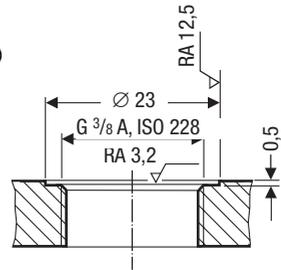

Fig. 3
- Die Dichtflächen vom Gewindestutzen oder Flanschdeckel müssen gemäß **Fig. 3** technisch einwandfrei bearbeitet sein.
- Zwischen dem unteren Ende der Messelektrode und der Kesselwand, den Rauchrohren, anderen metallischen Einbauten und dem niedrigsten Wasserstand (NW) ist ein Abstand von **ca. 40 mm** einzuhalten.
1. Dichtflächen prüfen. **Fig. 3**